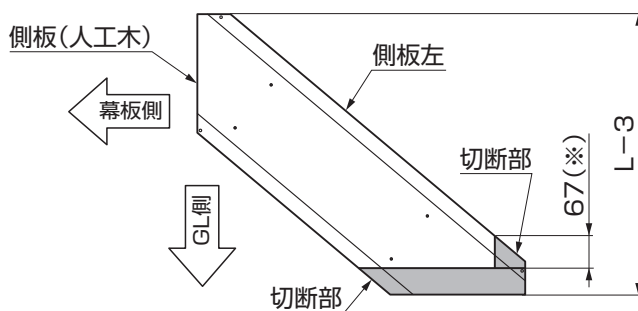

図2-5
③L-3mmに側板の下側を切断してください。(図2-5参照)
●側板キャップ表用を取付けるため、図2-5の寸法67mm(\*)に切断してください。側板キャップ表用が取付かなくなります。